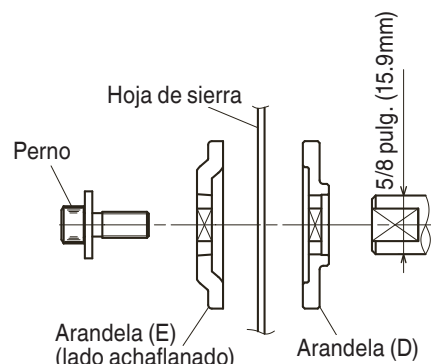

Fig. 27-d
- (7) Presione el bloqueador del huso y apriete el perno girándolo hacia la izquierda con la llave de accesorio estándar (llave de barra hex. 5mm), como se indica en la Fig. 27-c.